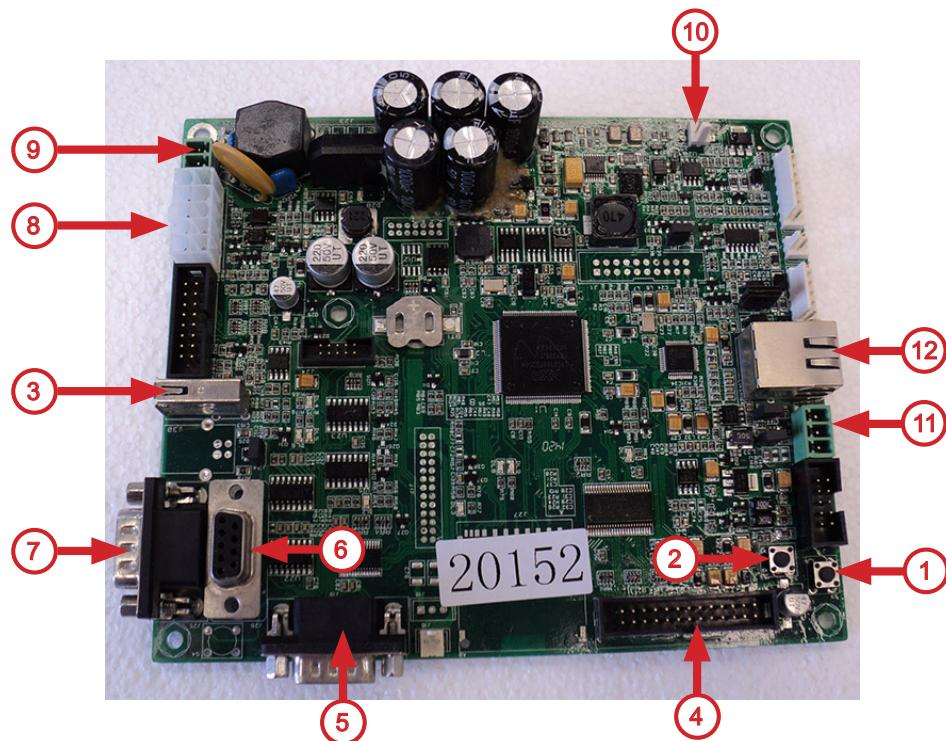

Рисунок 41 - Плата управления (контроллер)
Затем нажать и удерживать до звукового сигнала соответствующую кнопку на клавиатуре быстрого доступа, расположенную на компьютерном блоке автомата или нажать и удерживать до звукового сигнала кнопку (1) или (2), расположенные на плате управления (см. рис.41).
- Вставьте устройство хранения USB-flash накопитель в USB-порт платы контроллера (см. рис.41 поз.3);
- Чтобы активировать плату контроллера: нажмите одновременно на две кнопки меню оператора и меню техника (см.рис.41 поз.1 и 2), расположенные на плате контроллера;